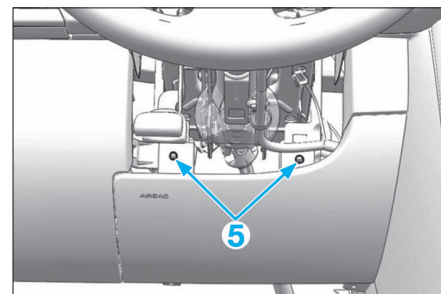

FIG. 12
• Déposer les écrous (5) (Fig.12).